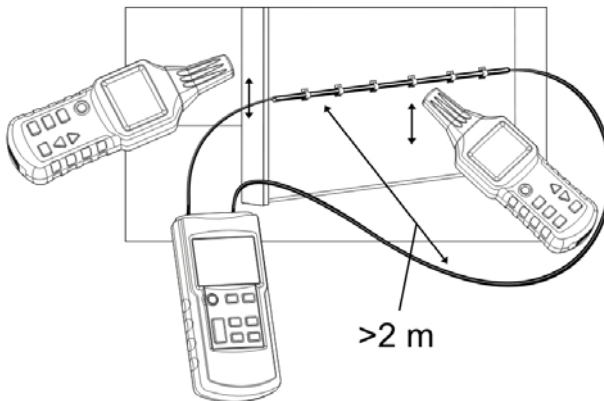

Fig.21
- Collegate l'emettitore come illustrato dalla Fig.21;